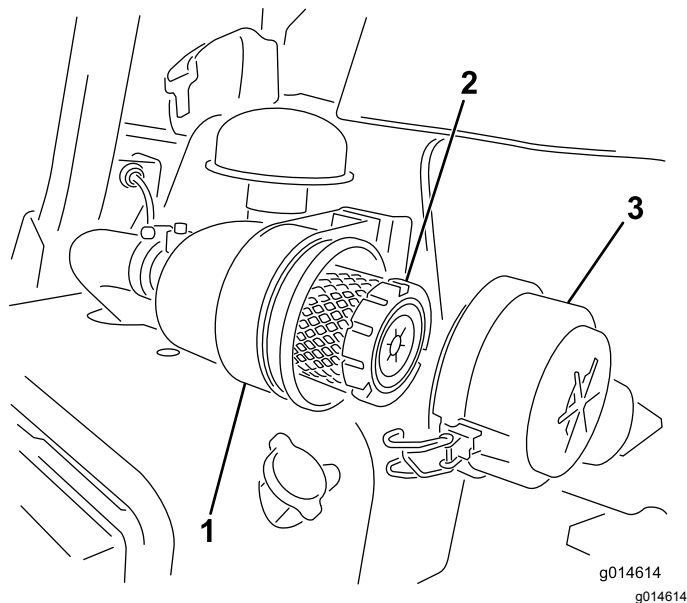

Figura 39
1. Abra los enganches que sujetan la tapa del limpiador de aire a la carcasa del limpiador de aire (Figura 39).
7. Cierre los enganches (Figura 39).